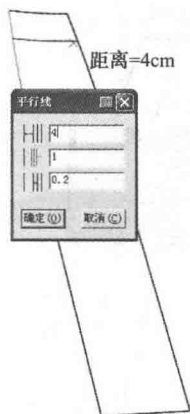

图6-49 画平行线
⑦选择  【智能笔】工具, 按住【Shift】键, 光标成为三角板, 进入【平行线】功能。输入腰贴宽 4cm (图 6-49)。